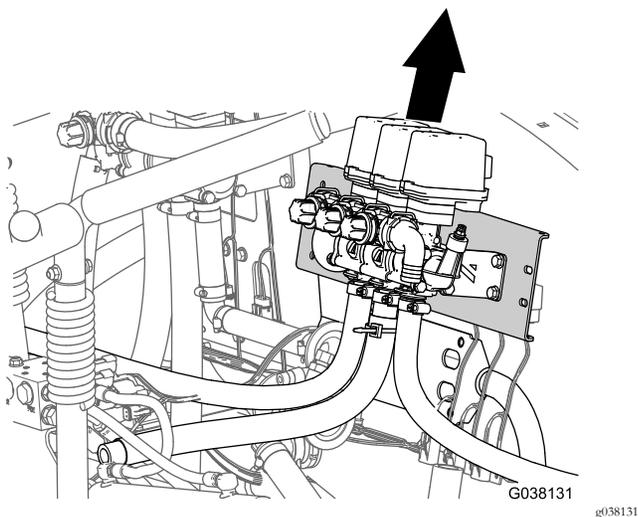

Figure 19
2. Soulevez les vannes de section de rampe, les flexibles d'alimentation et la patte de fixation de la vanne de section et déposez-les de la machine (Figure 19).